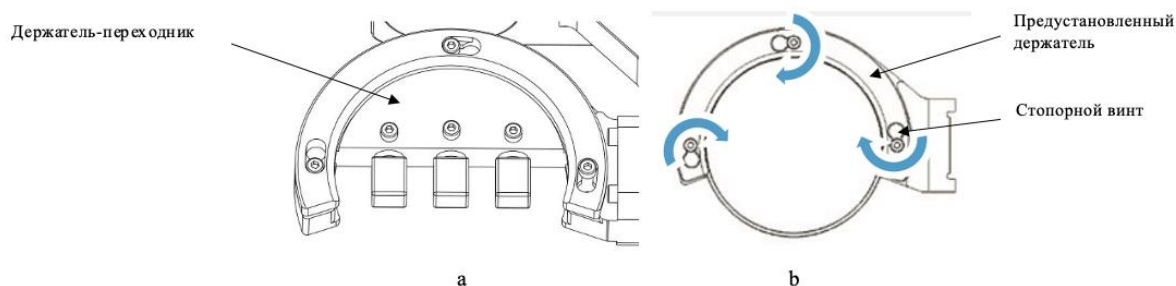

Рисунок 15
- Закрепите в предустановленном держателе держатель-переходник (см. рисунок 15 – а) или обрабатываемую заготовку напрямую (b) и затяните стопорные винты. Рекомендуемый крутящий момент для затягивания винтов: 3 Н\*м.